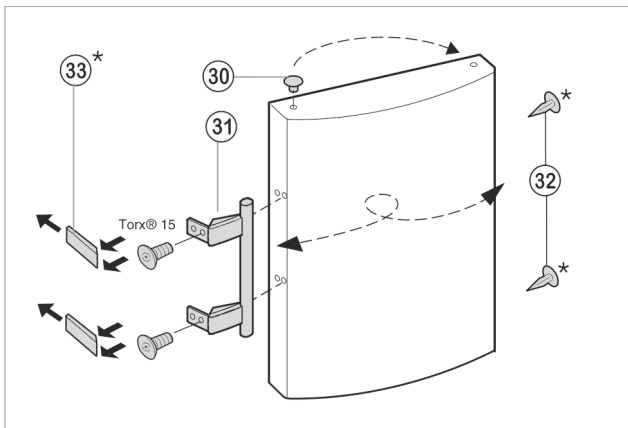

Fig. 7
- ▶ Iš durų įvorių išimkite kaiščius Fig. 7 (30) ir perkeltkite juos į priešingą pusę.
- ▶ Išmontuokite durų rankeną Fig. 7 (31), kaiščius Fig. 7 (32) ir atramines plokšteles Fig. 7 (33) bei perkeltkite į priešingą pusę.